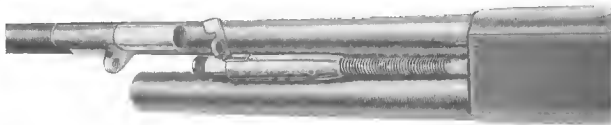

Fig. 8
- Ruotare la canna da sinistra a destra fino a far coincidere le linee di fede: canna culatta (fig. 8)